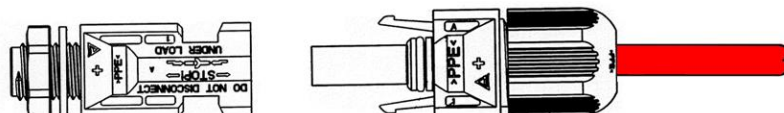
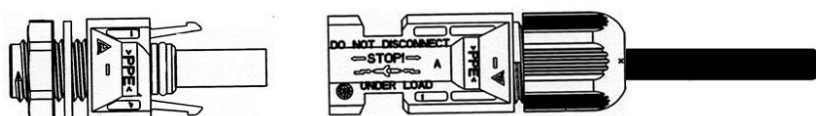

Figure3-18 Connectez au pôle positif de l'entrée DC
Figure3-19 Connectez au pôle négatif de l'entrée DC
- Etape 7 Insérez le connecteur positif et le connecteur négatif dans les ports marqués respectivement d'un « + » et d'un « - » dans l'onduleur. Si vous entendez un clic, cela signifie que le connecteur a été placé correctement, comme montré en Figure3-18 et Figure3-19.